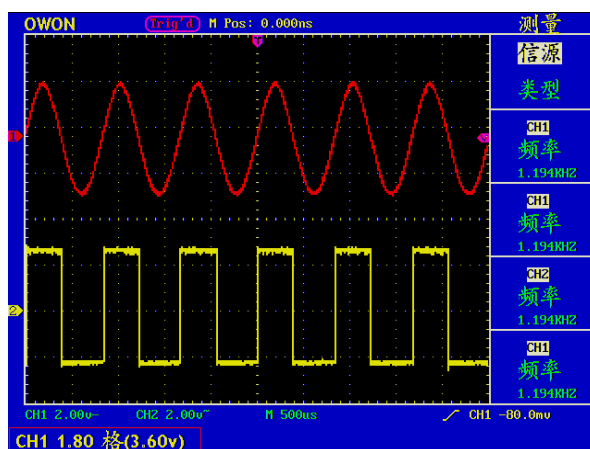

图 25：垂直位置信息
3. 调整通道波形的垂直位置时，屏幕在左下角显示垂直位置信息。见图25。